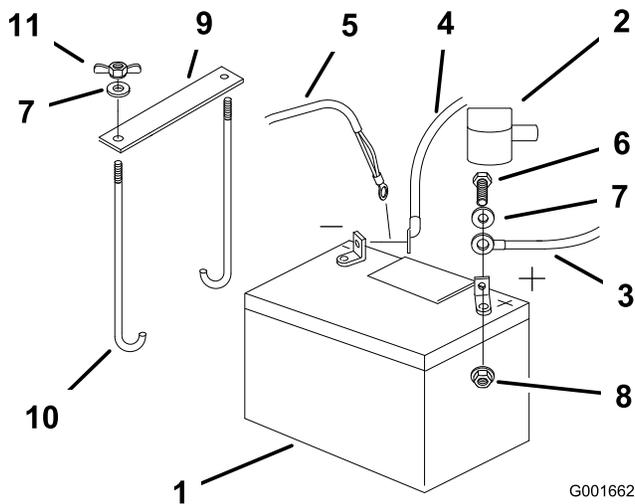

Figure 47
4. Commencez par débrancher le câble négatif et le câble de masse de la borne négative (-) de la batterie (Figure 47).
5. Enlevez le capuchon rouge de la borne positive (rouge) de la batterie. Débranchez ensuite le câble positif (rouge) de la batterie (Figure 47).
6. Retirez les deux écrous à oreilles (1/4 pouce) de fixation de la barrette de maintien de la batterie (Figure 47).
1. Placez la batterie dans son support en tournant les bornes vers le moteur (Figure 47).
4. Fixez les câbles avec 2 boulons (1/4 x 3/4"), 2 rondelles (1/4 pouce) et 2 contre-écrous (1/4 pouce) (Figure 47).
6. Fixez la batterie en position avec des boulons en J, une barrette de maintien et 2 rondelles (1/4 pouce), ainsi que 2 écrous à oreilles ((1/4 pouce)) (Figure 47).